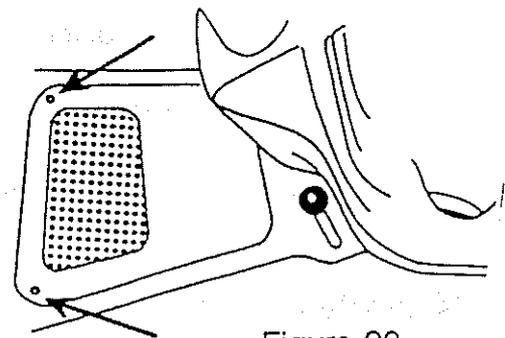

Figure 20
### Grille de prise d'air (14) (fig.20)